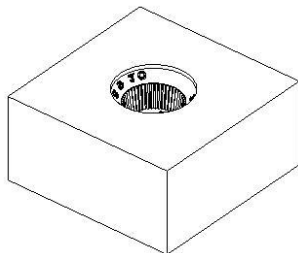
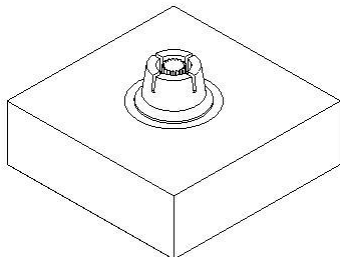

图5-9
图5-10
7. 在【分型管理器】对话框中单击【创建型腔和型芯】按钮，弹出【型芯和型腔】对话框。单击 按钮，弹出【选择片体】对话框，单击 按钮，弹出【查看分模结果】对话框，单击 按钮创建型腔，如图 5-9 所示。单击 按钮，弹出【选择片体】对话框，单击 按钮创建型芯，如图 5-10 所示，弹出【查看分模结果】对话框，然后单击 按钮返回【分型管理器】对话框。